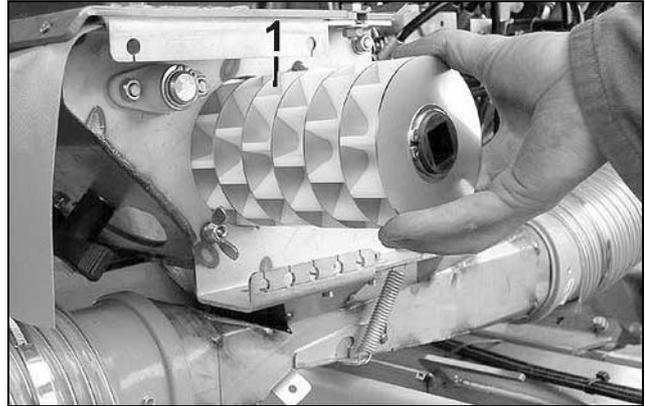

Fig. 18
- Tambour de dosage grosses graines (Fig. 18/1) pour les grosses semences et des débits importants